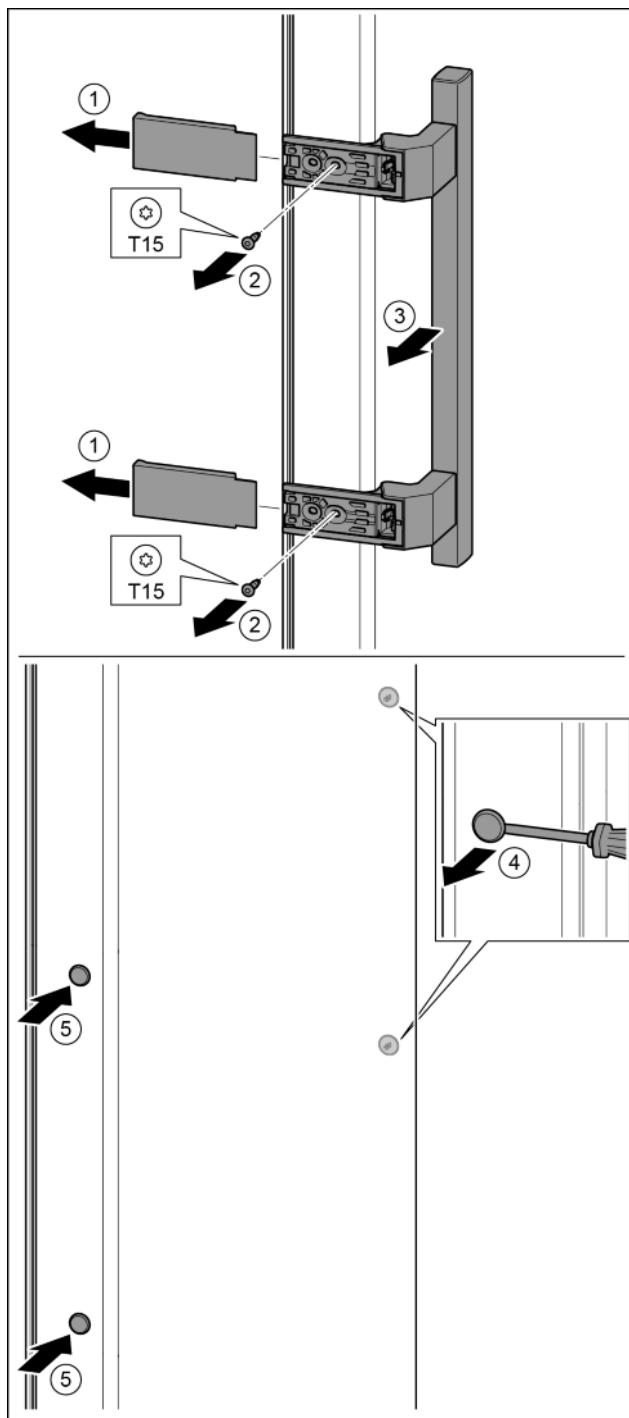

Fig. 20
- Retirer le cache. Fig. 20 (1)
- Desserrer les vis avec un tournevis T15. Fig. 20 (2)
- Déposer la poignée. Fig. 20 (3)
- Soulever délicatement le bouchon latéral avec un tournevis plat et le sortir. Fig. 20 (4)
- Remettre en place le bouchon de l'autre côté. Fig. 20 (5)